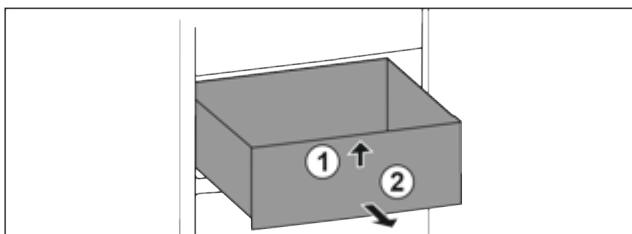

Fig. 33
- Підняти висувний ящик спереду. Fig. 33 (1)
- Вийняти висувний ящик рухом вперед. Fig. 33 (2)